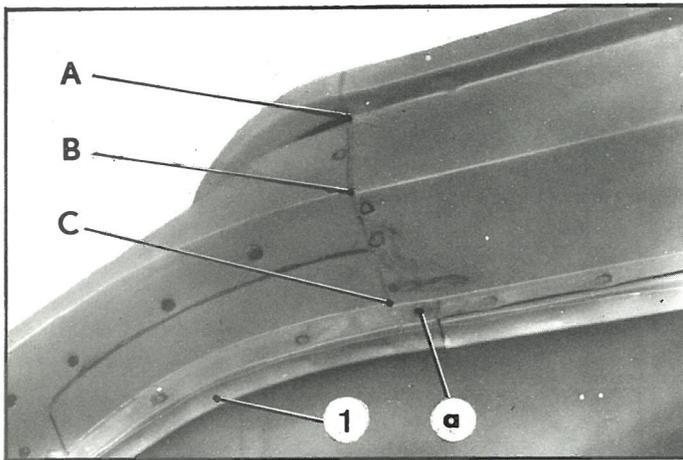

Fig. 1
- en AB (fig. 1)
- en BC (fig. 1) (en bouchant les trous de dégrafage)